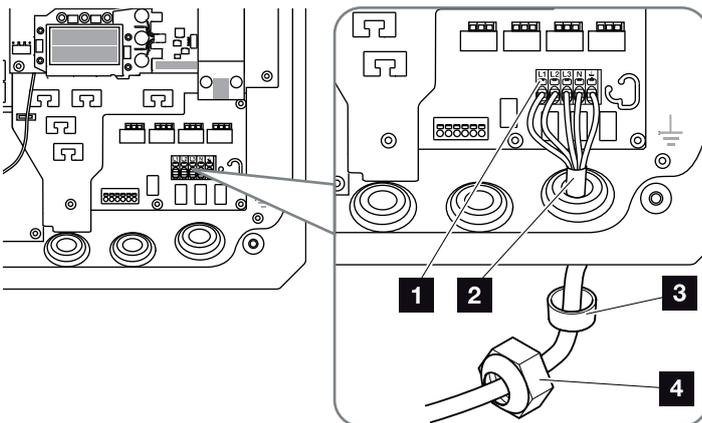

Fig. 31: collegare il cavo di alimentazione all'inverter
7. Collegare i fili del cavo di rete alla morsettiera CA in base alla dicitura. **!** **Fig. 31, Pos. 1**